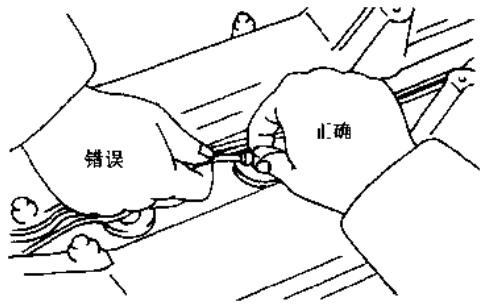

图 2-8 检查导线连接情况
- (1) 检查蓄电池接线等是否可靠。
- (2) 检查点火线圈插接器和点火线路是否良好(图2-8)。